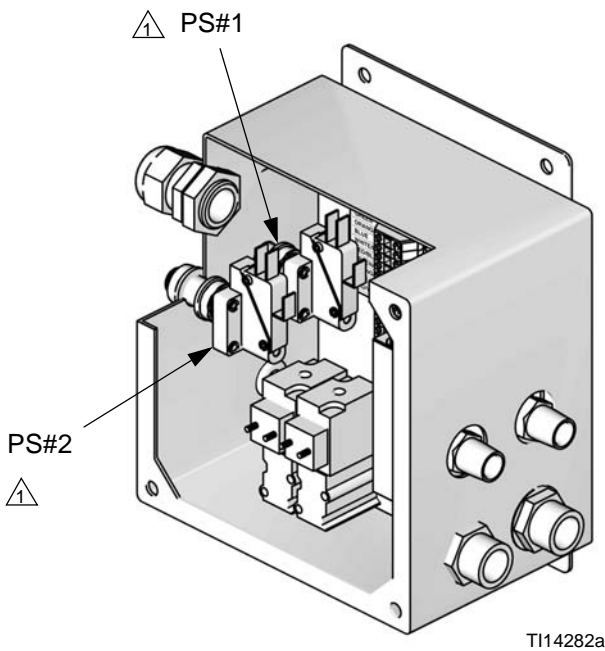

FIG. 4. Instalación del interruptor de presión (se muestran dos)
1. Cada kit de caja lavapistolas incluye un interruptor de presión (PS). El módulo de control de aire puede admitir 1 o 2 interruptores de presión. Instale el interruptor o interruptores en el lado izquierdo del alojamiento. Véase FIG. 4.